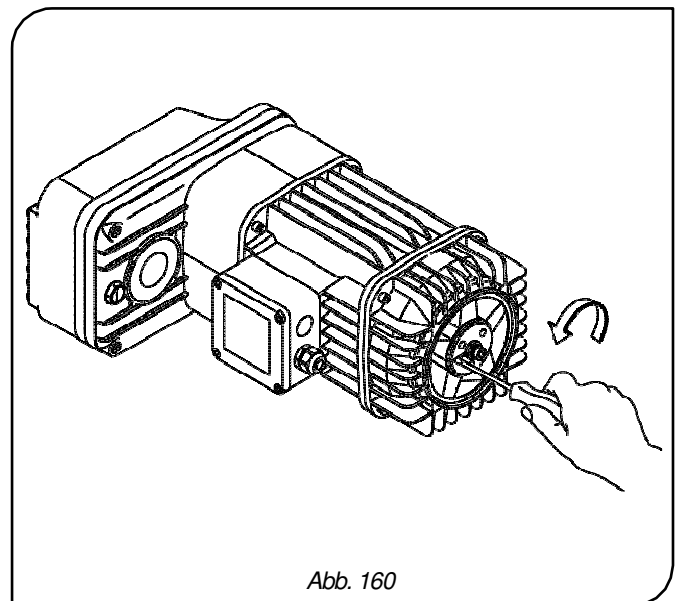

Abb. 160
3. Entfernen Sie den Verriegelungsring vom Bremsklotz, indem Sie, wenn nötig, einen Schraubenzieher in den Schlitz des Verriegelungsringes einführen (Abb. 160).